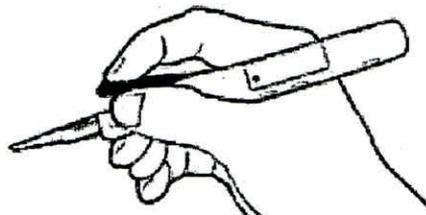

Figura 9
Paso 13. Hacer avanzar el émbolo presionando la palanca de control de la velocidad (Ver la Figura 9). Mantener la presión adecuada para asegurar que la punta del inyector permanece en la incisión. La velocidad del émbolo se puede variar según la presión que se ejerza sobre la palanca de control de la velocidad. El émbolo se puede detener en cualquier momento soltando la palanca de control de la velocidad.